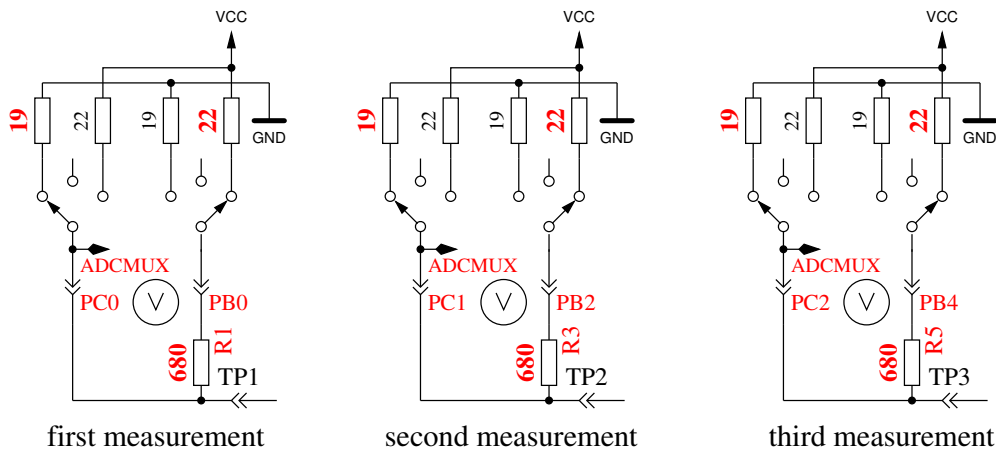

Рис. 5.63. Измерение внутреннего сопротивления порта С подключением выходных контактов к GND
8. **Измерение внутреннего сопротивления порта подключением выходных контактов к GND.** Этот и следующие тесты будут проведены, если выбрана опция AUTO\_CAL. Внутреннее сопротивление порта С с выходами, подключенными к GND, измеряется по току через подключенные к VCC (+5 V) резисторы  $680\ \Omega$ , смотри рисунок 5.63. Могут быть измерены только три вывода порта АЦП. Внутреннее сопротивление портов В (PB0, PB2 и PB4) не может быть измерено без изменения аппаратных средств. Будем считать, что внутреннее сопротивление порта для различных портов практически одинаково. Величина сопротивления будет определена в следующем тесте.